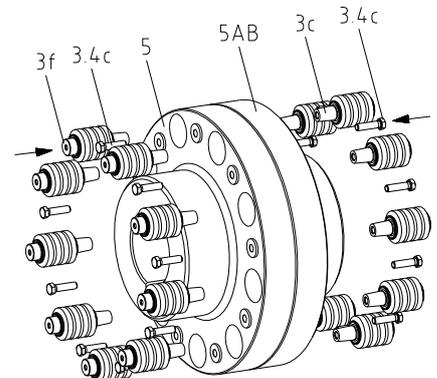

Bild 18
- Setzen Sie die Bolzen (Bauteile 3c und 3f) in die größeren Bohrungen der Nabe Teil 5 bzw. Teil 5AB ein (siehe Bild 18).
- Verschrauben Sie die Bolzen mit den Sechskantschrauben (Bauteil 3.4c) und ziehen diese mit einem Drehmomentschlüssel gleichmäßig auf die in Tabelle 4 angegebenen Anziehdrehmomente an (siehe Bild 18).